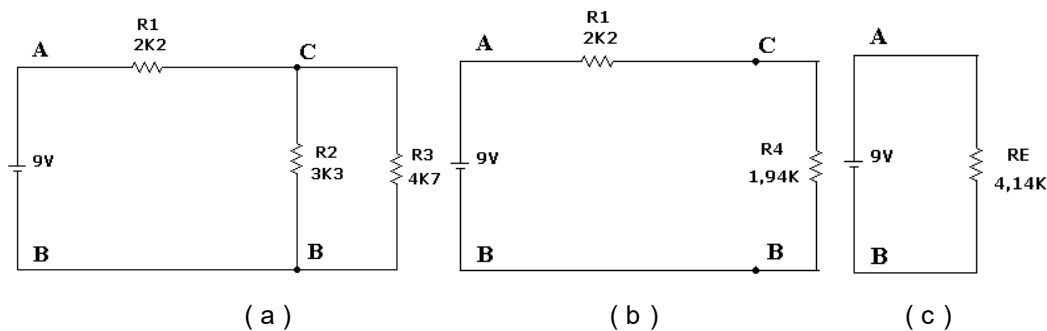

Figura 1 – (a) Circuito misto (b) primeira simplificação (c) simplificação final
2) Preencha a tabela 1 com os valores calculados do circuito da Figura 1.